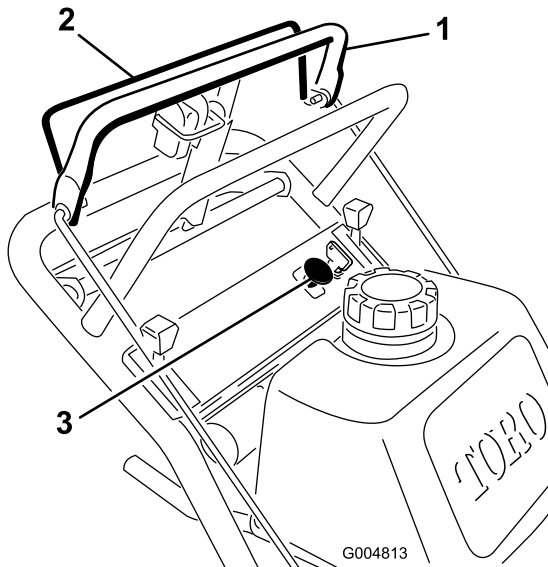

Figure 16
1. Relâchez la barre de commande supérieure pour arrêter la machine (Figure 16).
2. Pour engager les lames, serrez la barre de commande des lames contre la barre de commande supérieure (Figure 16).
Relâchez la barre de commande des lames pour désengager les lames (Figure 16).